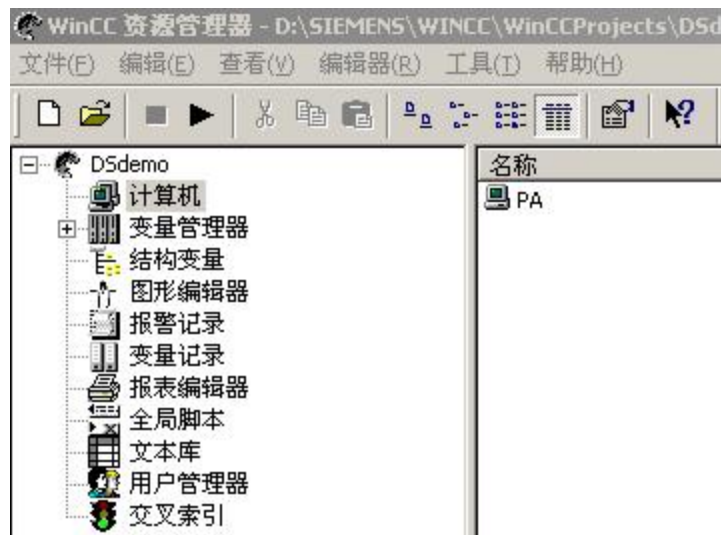

图 3.2 WinCC 资源管理器
然后，给该项目命名为 DSdemo，出现如下画面，如图 3.2 所示。
选择图 3.2 中左侧树形列表中的“计算机”，点击鼠标右键，在弹出的菜单中选择“属性”，出现“计算机列表属性”对话框，点击该对话框的“属性”按钮，出现图 3.3 所示画面。
在图 3.2 中选择“变量管理器”，鼠标右键，在弹出的菜单中选择“添加新的驱动程序”，在弹出的选择框，选择“PROFIBUS DP.CHN”文件，出现图 3.5 所示画面，如图选择，鼠标右键，在弹出的菜单中选择“新建驱动程序连接”，出现图 3.6 所示画面。
(1)在图 3.2 中选择“图形编辑器”，鼠标右键，“打开”图形编辑器，在右侧的“对象选项板”内选择“输入/输出域”对象，将鼠标移至空白面板上，图 3.12 所示。